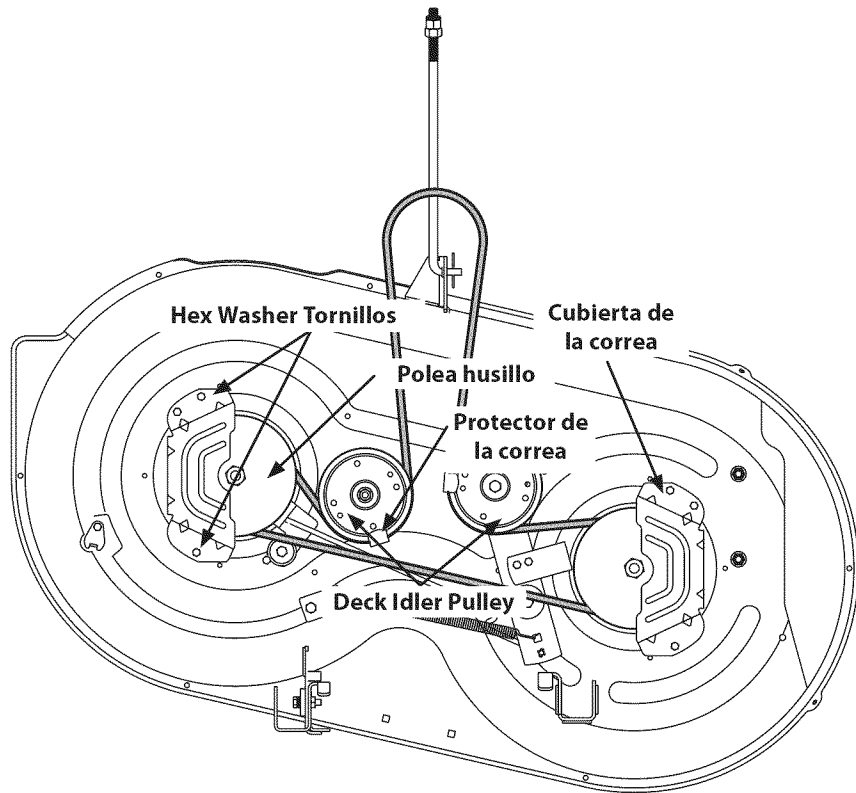

Figure 56
2. Retire la cinta cubre mediante la eliminación de los tornillos hexagonales que sujetan a la cubierta. Véase la Figure 56.
4. Retire con cuidado la cinta de cubierta de alrededor de las dos poleas del husillo y las dos poleas polea tensora de la cubierta. Véase la Figure 56.
5. Para colocar la correa nueva, empieza haciendo que el cinturón alrededor de las dos poleas exterior del huso, como se muestra en la Figure 56.
6. Luego, la cinta de ruta alrededor de las dos polines poleas de la cubierta como se muestra en la Figure 56.
9. Vuelva a instalar la cubierta, asegurándose de que la cinta sigue siendo derrotados en las poleas con las instrucciones. El enrutamiento de banda completa se muestra en la Figure 56.